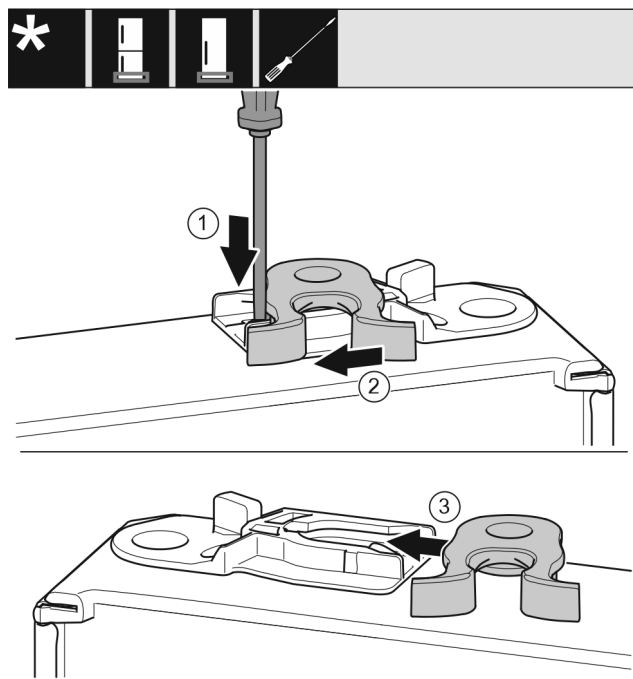

Fig. 17
- Spingere verso il basso la linguetta Fig. 17 (1) con il cacciavite a intaglio.
- Estrarre il gancio di chiusura Fig. 17 (2) dalla guida.
- Spostare il gancio di chiusura Fig. 17 (3) sull'altro lato nella guida.